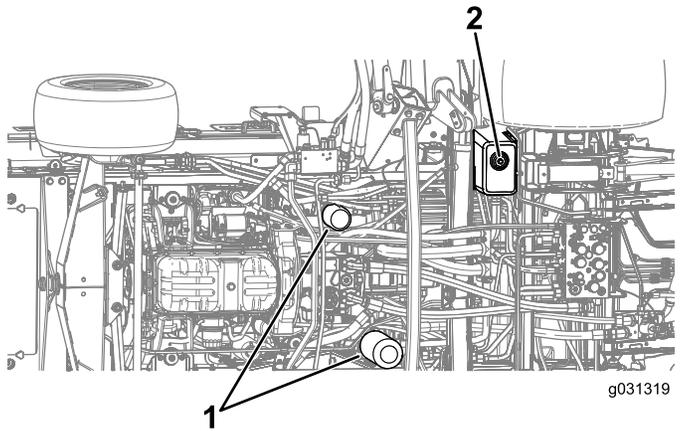

Figure 129
4. Retirez le bouchon de vidange situé sur le côté du réservoir et laissez couler l'huile dans le bac de vidange (Figure 129).
7. Placez un bac de vidange sous le filtre et enlevez le filtre (Figure 129).